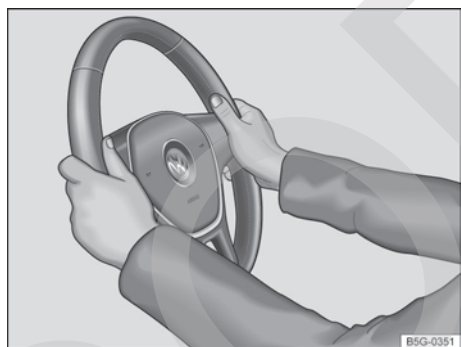

Fig. 78 En el volante: posición equivalente a las 9 y las 3 horas.
- Ajuste el volante de forma que pueda sujetarlo con las dos manos por los lados, por su parte exterior, en la posición equivalente a las 9 y las 3 horas → fig. 78 con los brazos ligeramente flexionados.
- Con el fin de reducir el peligro de sufrir lesiones en caso de que se dispare el airbag frontal del conductor, durante la conducción sujete siempre el volante por los lados, por su parte exterior, con las dos manos en la posición equivalente a las 9 y las 3 horas → fig. 78.